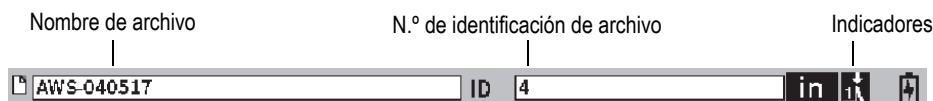

Figura 2-2 Barra de identificación de archivo con ejemplo de número de identificación
La barra de identificación de archivo aparece en la parte superior de la pantalla A-scan en vivo, y muestra el nombre y el número de identificación (ID) del archivo abierto (vea la Figura 2-2 en la página 32). La barra de identificación del archivo también muestra los indicadores de estado.